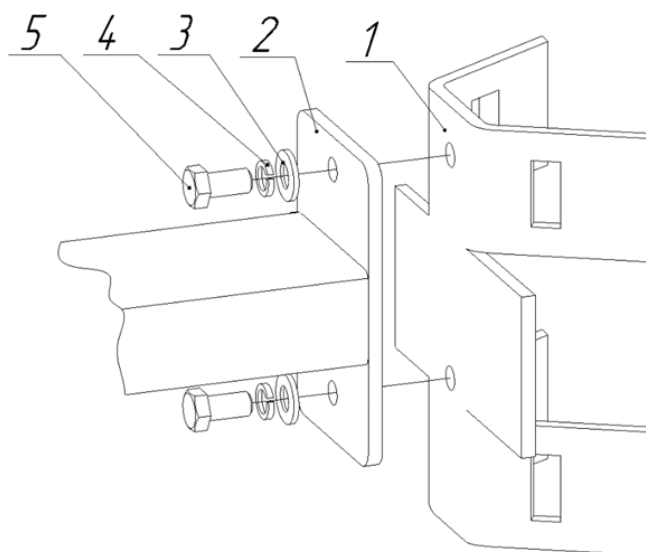

Рисунок 7 - Конструкция устройства крепления приемопередатчика
- 1.4.2.4. На трубу приемопередатчик устанавливается при помощи площадки опорной поз. 1 (Рисунок 7). Крепление к трубе осуществляется хомутами червячными. Рекомендуемый диаметр трубы (опоры) от 60 до 90 мм. Так же возможна установка на трубы большего диаметра, для чего возможно использовать стандартные червячные хомуты.